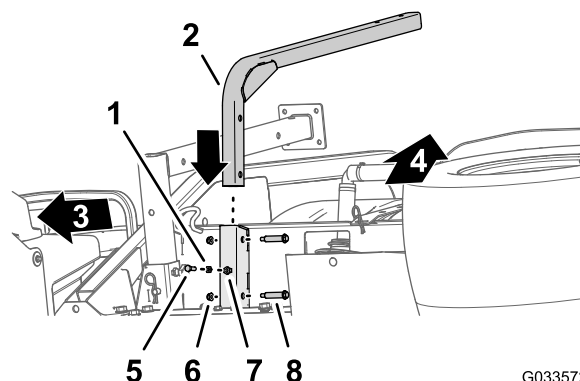

Рисунок 46
- Совместите опорную трубу бака пресной воды с опорным швеллером бака (Рисунок 46).
- Совместите отверстия в опорной трубе с отверстиями в швеллере (Рисунок 46).
- Прикрепите трубу к швеллеру (Рисунок 46) с помощью двух ступенчатых болтов (1/2 x 1-15/16 дюйма) и двух фланцевых контргаек (5/16 дюйма).
- Наверните контргайку (5/16 дюйма) на болт (5/16 x 1 дюйм), как показано на Рисунок 46.
- Заверните болт (5/16 x 1 дюйм) и контргайку в приварную гайку в нижней части опорного швеллера бака и затяните болт и контргайку от руки (Рисунок 46).